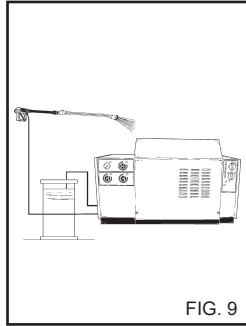

FIG. 9
- 3) Efter brug med rengøringsmiddel, skal indtagskredsløbet skylles igennem; sæt sugeslangen for rengøringsmidlet (fig. 9) i en beholder med rent vand og lad pumpen køre i 1 minut med doseringshanen helt åben og spydet sat til levering af rengøringsmiddel. Gentag indgrebet ved først at indstille vælgeren for rengøringsmiddel i pos. "1" og herefter i pos. "2".
5) Efter brug med rengøringsmiddel, skal indtagskredsløbet skylles igennem; sæt sugeslangen for rengøringsmidlet (fig. 9) i en beholder med rent vand og lad pumpen køre i 1 minut med doseringshanen helt åben og spydet sat til levering af rengøringsmiddel. Gentag indgrebet ved først at indstille vælgeren for rengøringsmiddel i pos. "1" og herefter i pos. "2".